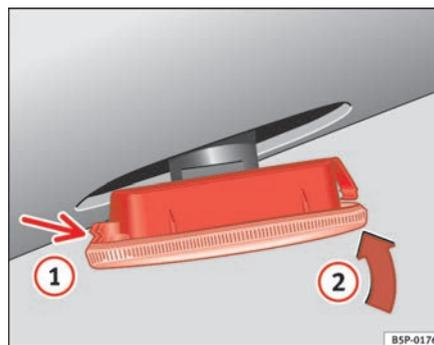

Abb. 196 Seitlicher Blinker
⇒ Seite 269, Abb. 196, Pfeil ①.
- Setzen Sie die Lampe in Richtung Pfeil ② ⇒ Seite 269, Abb. 196 ein. ■